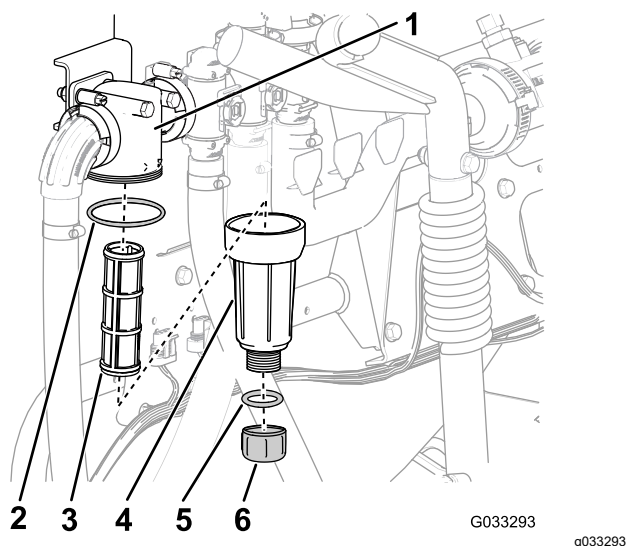

Figura 57
2. Coloque un recipiente de drenaje debajo del filtro de presión (Figura 57).
3. Gire el tapón de vaciado en sentido antihorario y retírelo de la cubeta del filtro de presión (Figura 57).
4. Enrosque la cubeta en sentido antihorario y retírela de la cabeza del filtro (Figura 57).
5. Retire el elemento usado del filtro de presión (Figura 57).
6. Inspeccione la junta tórica del tapón de vaciado (situada dentro de la cubeta) y la junta tórica de la cubeta (situada dentro de la cabeza del filtro) en busca de daños o desgaste (Figura 57).
7. Instale el elemento nuevo del filtro de presión en la cabeza del filtro (Figura 57).
8. Instale la cubeta en la cabeza del filtro, y apriétela a mano (Figura 57).
9. Instale el tapón en la cubeta, y apriételo a mano (Figura 57).